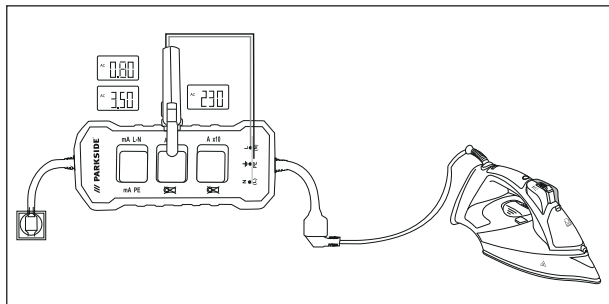

Fig. 3
- 1) Conecte el enchufe tipo Schuko ❸ del aparato a una toma eléctrica.
- 2) Conecte el enchufe del dispositivo terminal a la conexión tipo Schuko ❹.
- 3) Coloque las pinzas de medición de corriente en el punto de medición **A x1** ❷ y los cables de medición del multímetro en **L** y **N** ❺ y encienda el dispositivo terminal.
- 4) Consulte los valores correspondientes a la corriente, tensión y potencia consumida de la carga (consulte la fig. 3).
- 5) También puede medirse la tensión entre los puntos de medición **L-PE** ❺ y **N-PE** ❺.